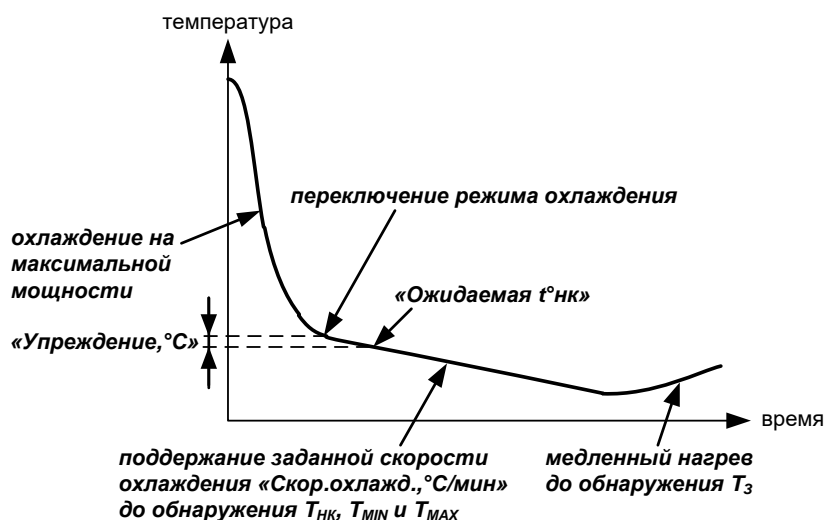

Рисунок 7. Охлаждение пробы
3. Переключение с полной мощности охлаждения на охлаждение с заданной скоростью при достижении температуры переключения (рисунок 7 на странице 13).